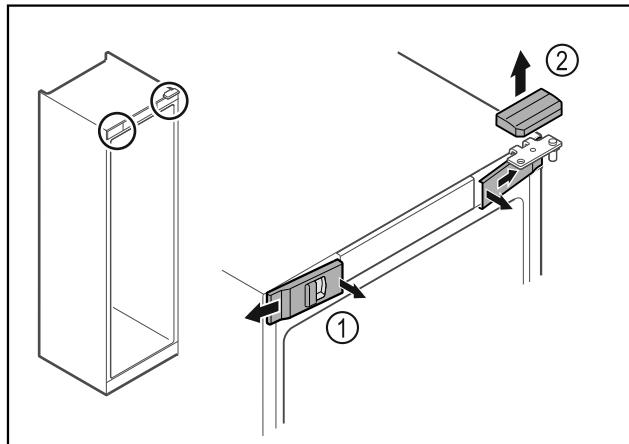

Fig. 12
- Nxirri nga foleja kapakët mbulues të përparmë Fig. 12 (1) në pjesën e brendshme dhe hiqni nga anash.
- Hiqni kapakun mbulues të sipërm Fig. 12 (2) duke e ngritur lart.